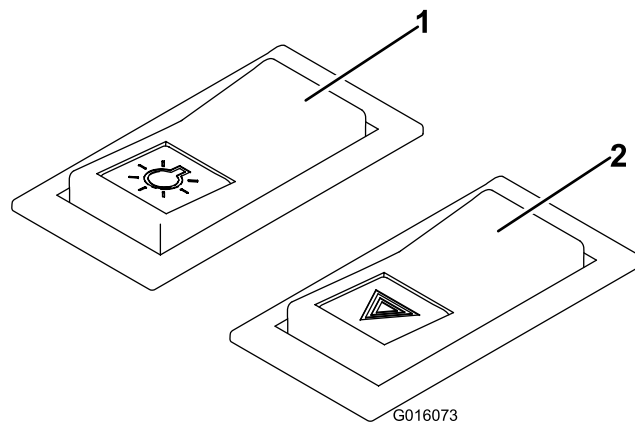

Figura 20
- L'**interruttore delle luci di emergenza** aziona le luci di emergenza e funziona sia quando l'interruttore di accensione della macchina è in posizione On, sia quando è in posizione OFF (Figura 20).
- L'**interruttore generale di illuminazione** aziona i fanali anteriori e posteriori. Funziona unicamente se l'interruttore di accensione della macchina è in posizione On (Figura 20).